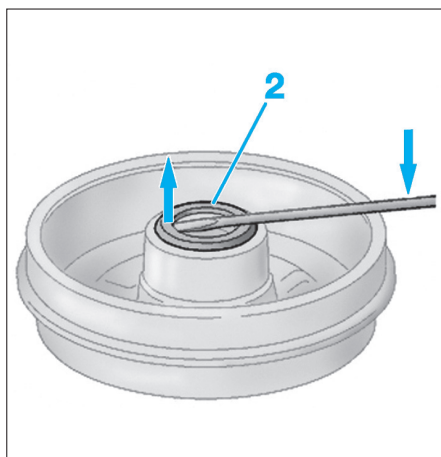

Fig. 69
- la cuvette d'appui (2) (Fig.69).